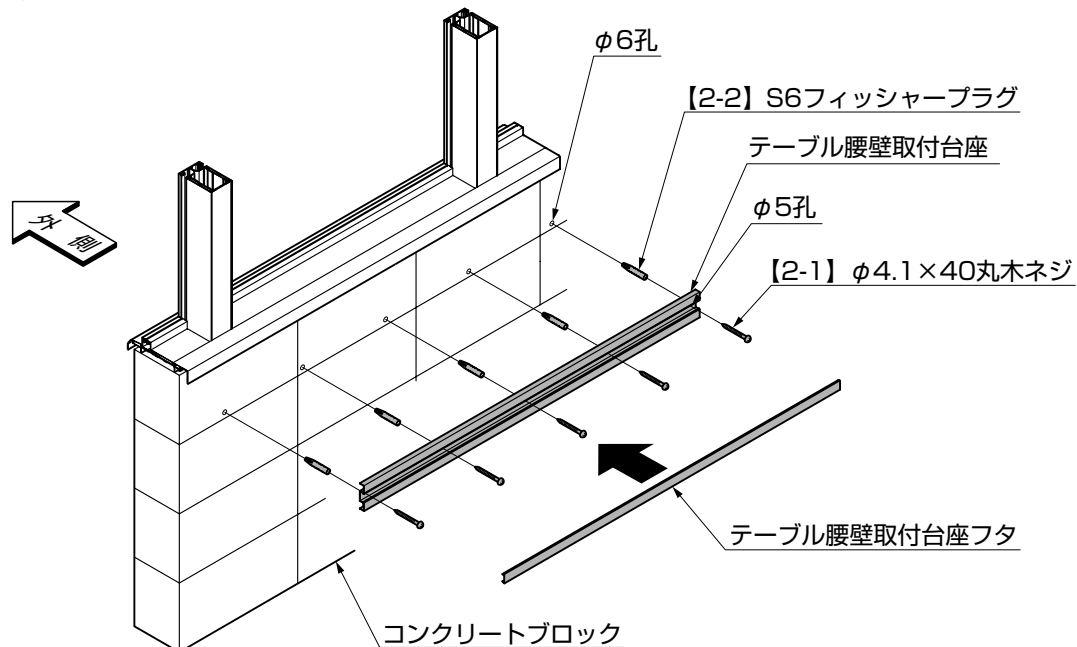

図2-8
- テーブル腰壁取付台座にあける孔は、取付けるコンクリートブロックに合わせて出来るだけ等間隔となるようにV溝に5箇所孔をあけ、必ず【2-1】を5本でコンクリートブロックに取付けてください。(図2-8参照)